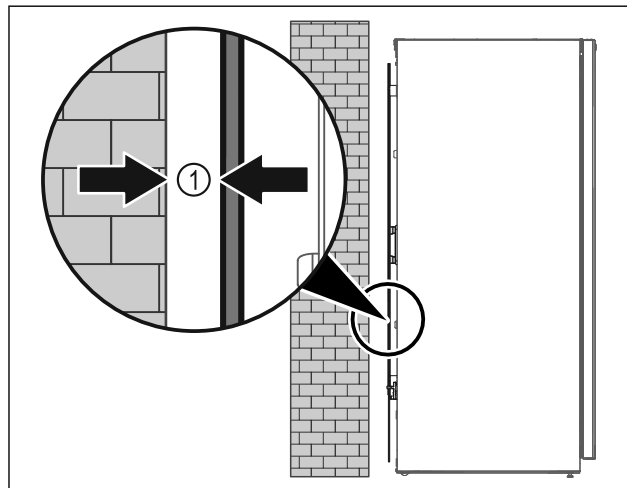

Fig. 37
- ▶ Állítsa fel a készüléket szabadon a helyiségben, vagy közvetlenül a fal mellé legalább 5 mm Fig. 37 (1) minimális távolságban.